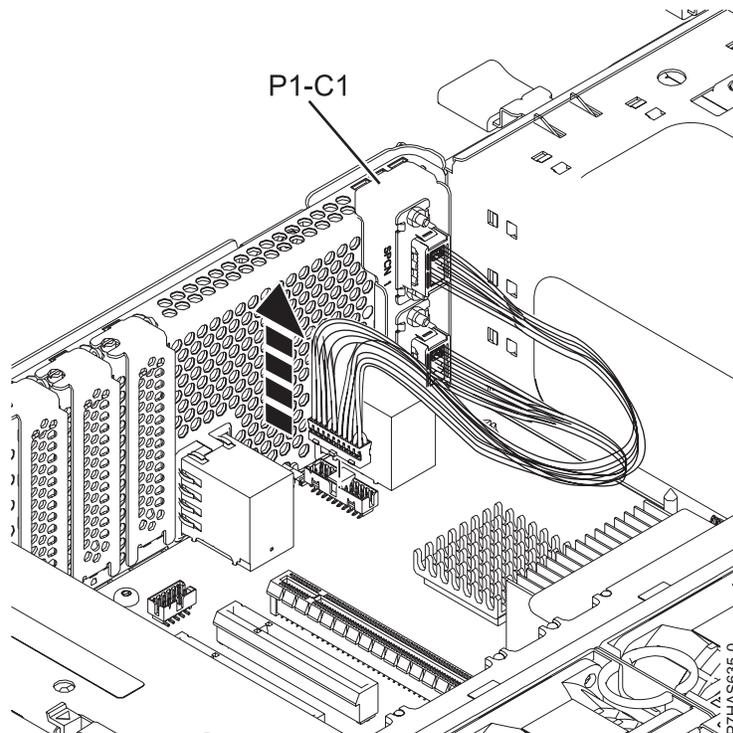

Abbildung 7. SPCN-Kabelsatz installieren
- Trennen Sie die das SPCN-Adapterkassettenhalterkabel von der Systemrückwandplatine (siehe Abb. 7 auf Seite 10).